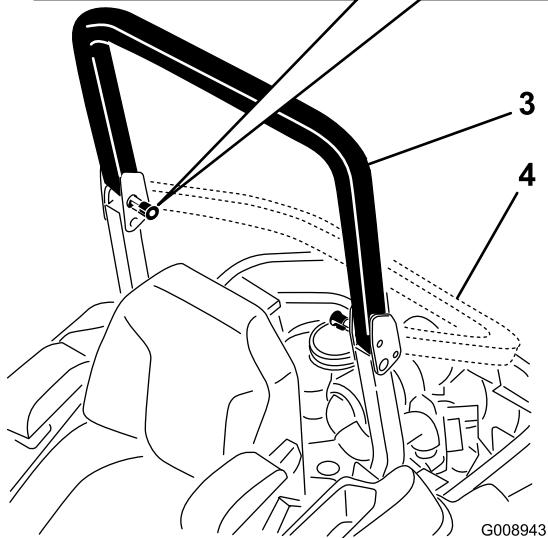

Bild 8
2. Ziehen Sie die zwei Handräder heraus und drehen sie um 90°, damit sie nicht eingerastet sind (Bild 8).
3. Senken Sie den Überrollbügel ab (Bild 8).
4. Zum Hochklappen des Überrollbügels heben Sie ihn an und drehen die Handräder so, dass sie teilweise in den Schlitten sitzen (Bild 8).
5. Klappen Sie den Überrollbügel ganz hoch und drücken Sie gleichzeitig am oberen Überrollbügel; die Stifte rasten ein, wenn die Löcher mit den Stiften ausgeflichtet sind (Bild 8). Wenden Sie Druck auf den Überrollbügel an, um sicherzustellen, dass die Stifte eingerastet sind.